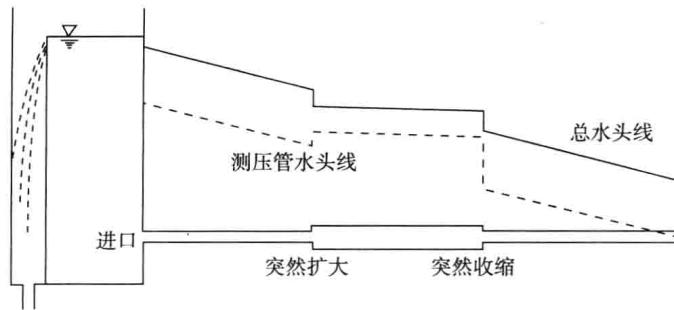

图 10-4 总水头线和测压管水头线
图 10-4 所示是典型的总水头线和测压管水头线, 需要注意的有以下几点: ①由于有沿程损失和局部损失的存在, 总机械能沿程减小, 总水头线总是沿程下降的。而由于能量之间存在转化关系, 测压管水头可以上升, 也可以下降。②有局部损失的地方总水头突然下降。③等管径的地方总水头线与测压管水头线两线平行, 间距为速度水头。④流量及粗糙度相同条件下, 管径小处水头线斜率较大。